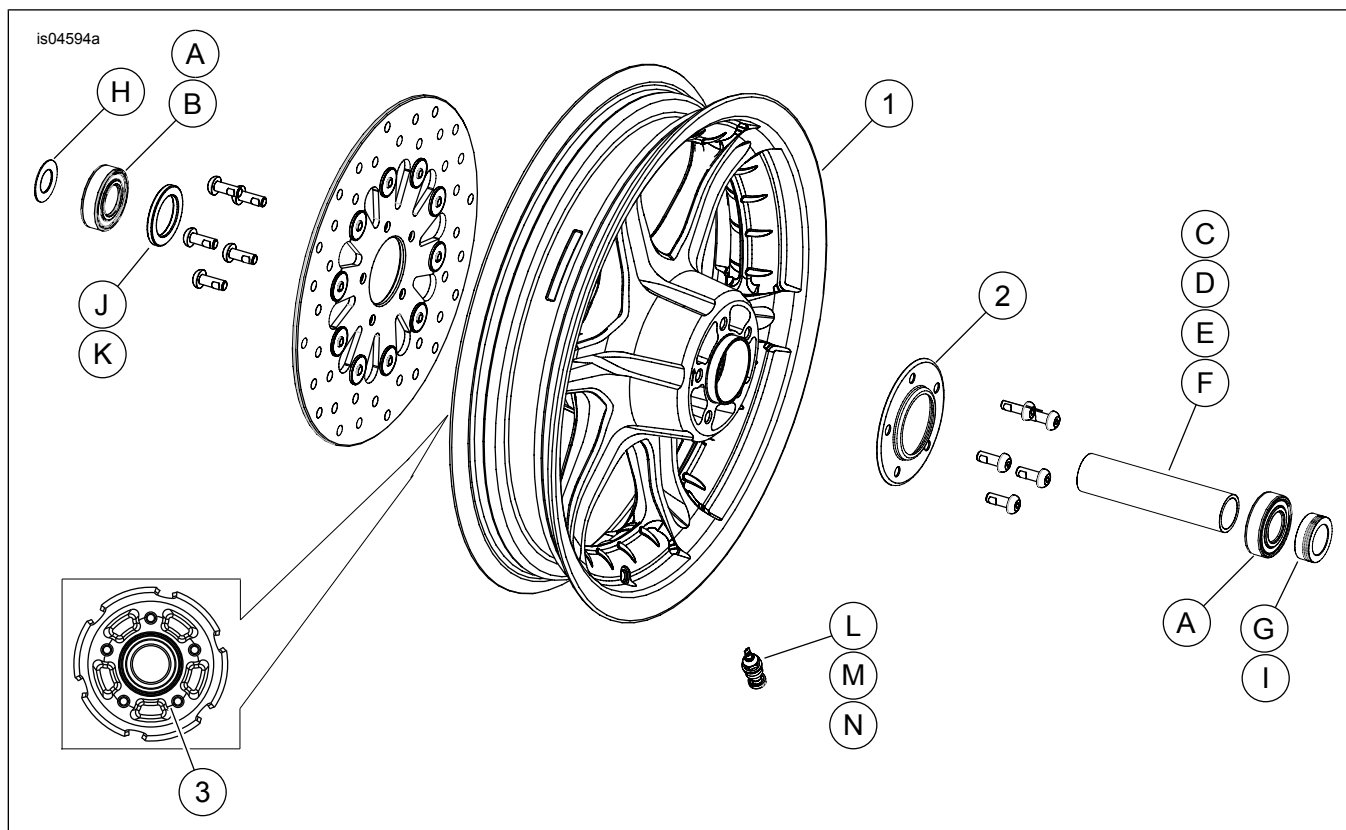

Figura 2. Parti di ricambio: Ruota anteriore a raggi scanalata (è mostrata la ruota da 16 pollici)
Questi kit includono le ruote personalizzate e, a seconda del kit, possono anche comprendere un coprimozzo. Vedere la figura 2. e Tabella 3 per i contenuti del kit.
2. Vedere la figura 2. Montare sulla ruota il gruppo dello stelo della valvola (L, M o N). Vedere PNEUMATICI nel manuale di manutenzione.